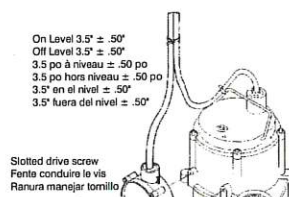

Figure 2
2. Pour l'installation des pompes 6-CIM-R ou 6-CBM-R de Little Giant, consulter la Figure 2. Fixer le RS-5LL directement au boîtier de la pompe de série 6 à l'aide des deux vis fournies, tel qu'illustré à la Figure 2. Utiliser les attaches de câble fournies pour fixer les cordons d'alimentation ensemble. Pour s'assurer du bon fonctionnement de l'interrupteur et de la pompe, placer cette dernière dans au moins 3/4 po d'eau, sur une surface stable.